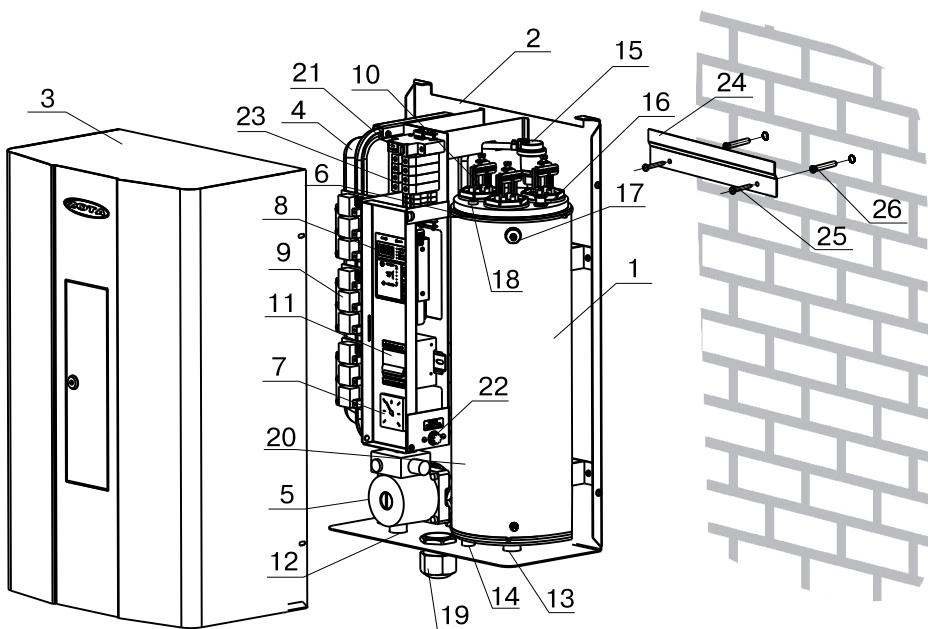

Рис. 1. Конструкция миникондительной и способ ее крепления к стене
5.1. Миникотельная (Рис.1) состоит из корпуса (1) сварной конструкции.
- Закрепить кронштейн крепления на вертикальной поверхности в необходимом месте с помощью шурупов, входящих в комплект и установить на него миникотельную, как показано на Рис.1;
- Открыть кожух (3), предварительно выкрутив четыре винта крепления кожуха;